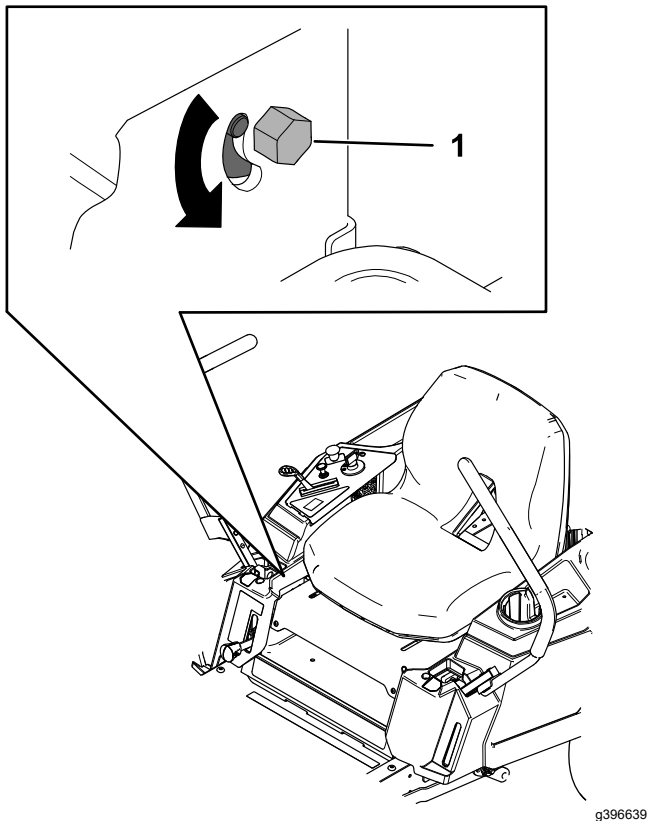

Figura 52
3. Localice el perno de ajuste de la dirección cerca de la palanca de control de movimiento del lado que debe ajustarse (Figura 52).